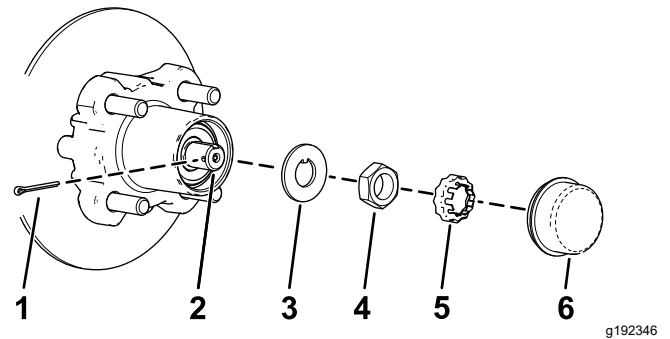
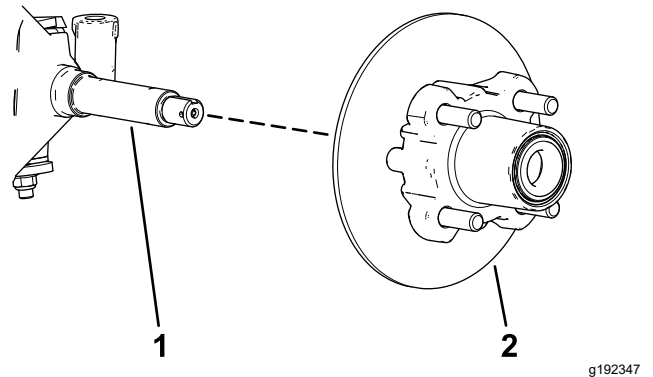

Figura 33
Figura 34
4. Retire el tapón guardapolvo del cubo (Figura 33).
5. Retire la chaveta y el retén del eje/tuerca del eje (Figura 33).
6. Retire la tuerca del eje, y separe el conjunto de cubo y rotor del eje (Figura 33 y Figura 34).